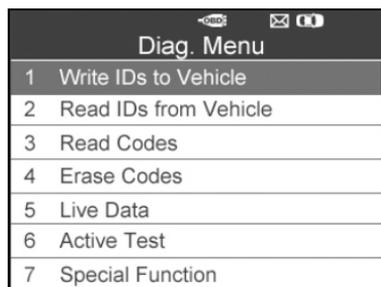

Figura 4.22
- 1) Dal Menu di diagnostica TPMS, utilizzare il pulsante di scorrimento **SU/GIÙ** per selezionare **Scrittura ID sul veicolo**, poi premere il pulsante **S**. (Figura 4.22)
scorrimento **SU/GIÙ** per selezionare **Lettura ID dal veicolo**, poi premere il pulsante **S**. (Figura 4.22)
- 1) Dal Menu di diagnostica TPMS, utilizzare il pulsante di scorrimento **SU/GIÙ** per selezionare **Lettura codici**, poi premere il pulsante **S**. (Figura 4.22)
- 1) Dal Menu di diagnostica TPMS, utilizzare il pulsante di scorrimento **SU/GIÙ** per selezionare **Cancella**, poi premere il pulsante **S**. (Figura 4.22)
- 1) Dal Menu di diagnostica TPMS, utilizzare il pulsante di scorrimento **SU/GIÙ** per selezionare **Dati dal vivo**, poi premere il pulsante **S**. (Figura 4.22)